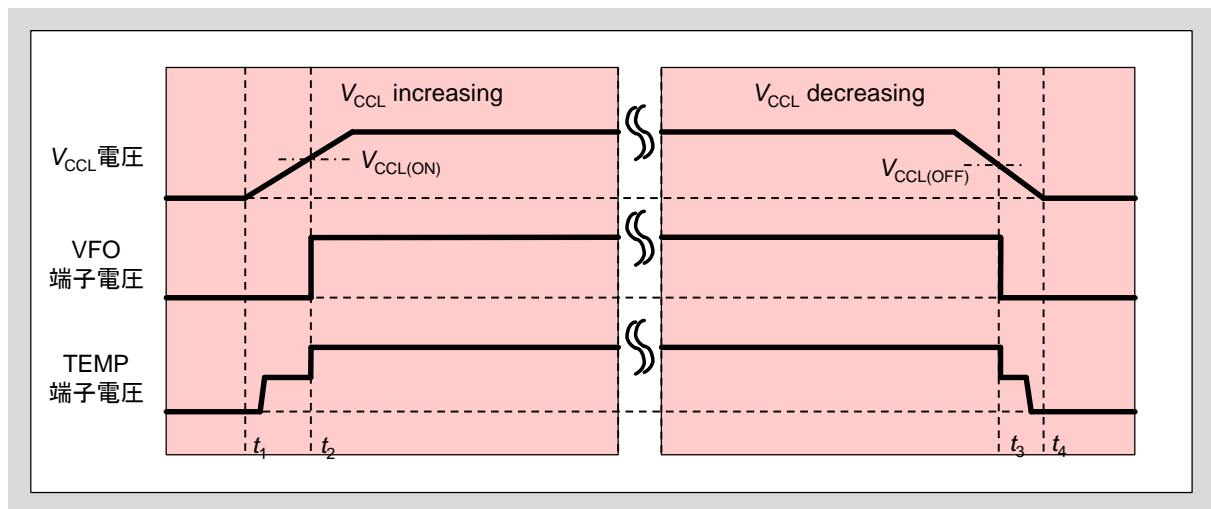

図3-26 Small IPM起動と停止時のTEMP端子の動作シーケンス
- 図3-26に電源立上げと立下げ時のTEMP端子の動作シーケンスを示します。